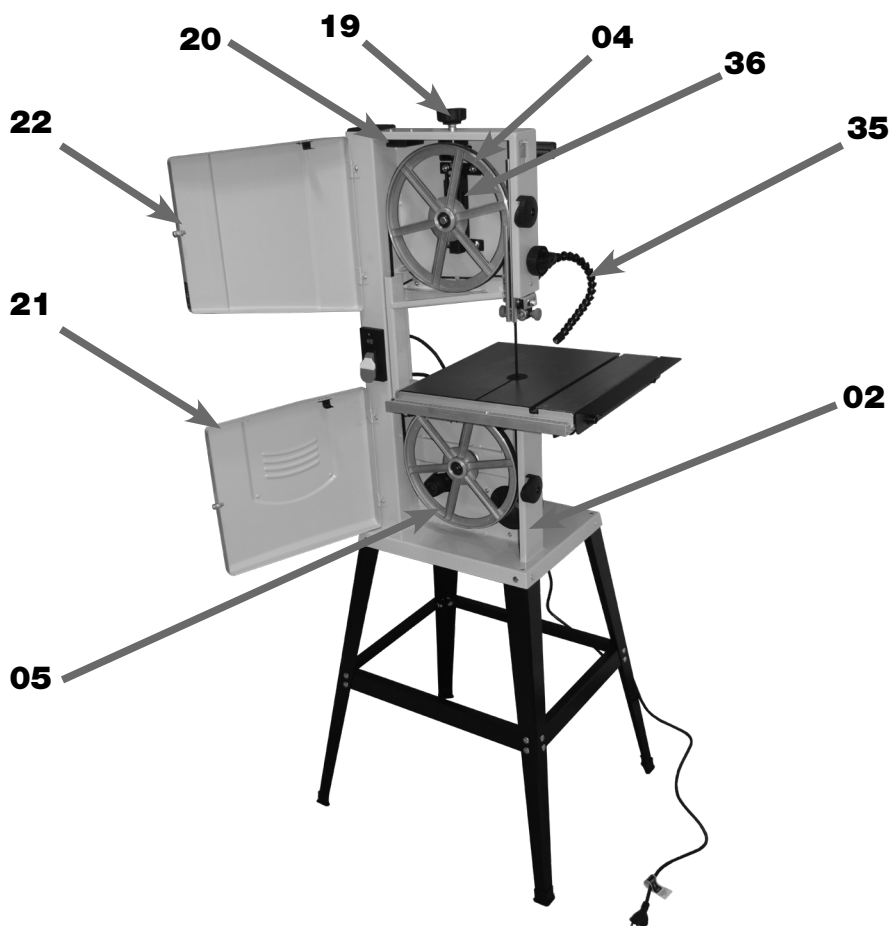

FIGURA 02 – Conjunto dos Volantes
No interior desta Estrutura (03) são instalados 2 Conjuntos de Volantes: um Movido (04) e outro Motor (05) (figura 02). O Volante Motor (05) está acoplado a um Conjunto Redutor (06), composto pela Polia Motora (07), pela Polia Movida (08) e a Correia (09) (figura 03A). Este Conjunto Redutor (06) é acionado por um Motor Elétrico (10) MONOFÁSICO (figura 03B) e possibilita obter, pela combinação das Polias (07) (08), 2 velocidades de corte da Lâmina de Serra de Fita (02), sendo de 870 e 1140 m/min.
O Volante Movido (04) está montado no eixo de um sistema dinamométrico, denominado de Tensionador (36), responsável em tensionar a Lâmina de Serra de Fita (02) corretamente, por meio do Manipulo (19) (figura 02).